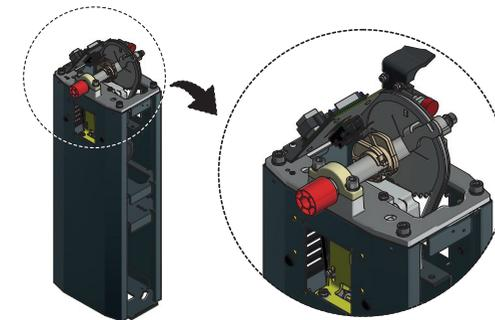

Fig. 21
**3.1** - Após girar o conjunto, o mesmo deverá seguir o padrão conforme mostra a **Fig. 21**.